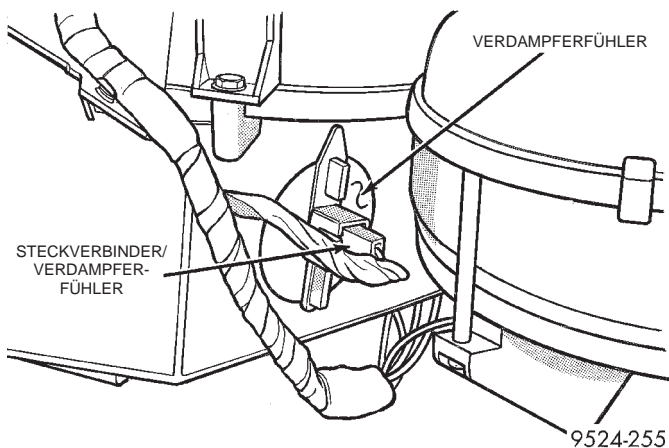

Abb. 41 Verdrahtung des Verdampferfühlers
- (1) Batteriekabel abklemmen.
- (2) Das rechte Geräuschkämmelement/Kanal unter der Instrumententafel ausbauen.
- (3) Steckverbinder vom Verdampferfühler abziehen (Abb. 41).